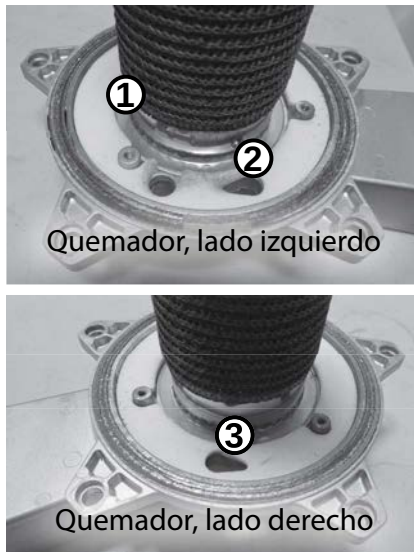

Figura 122 - Retire los tornillos del quemador.
20 Ubique los tres (3) tornillos que fijan el quemador a la puerta del quemador, como se muestra en la Figura 122. Use un destornillador Phillips para retirar los tornillos. Deje los tornillos a un lado en un lugar seguro para volver a instalarlos.